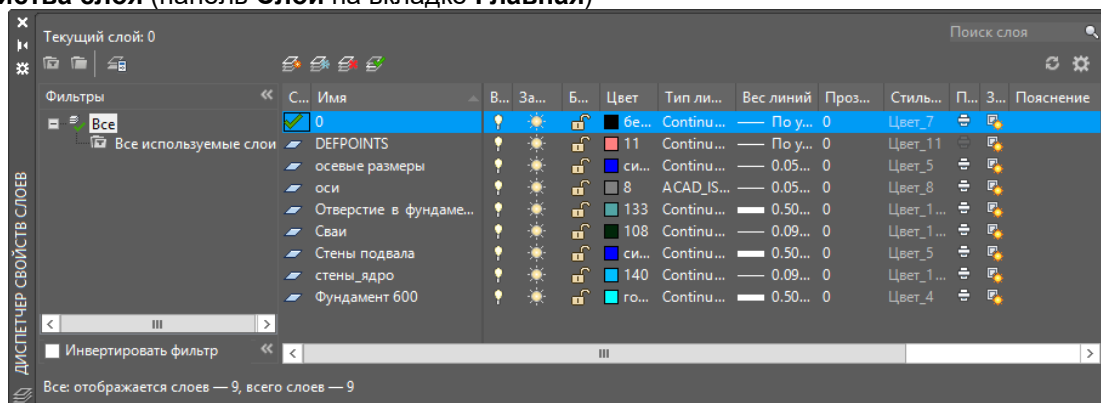

Рис.14.4. Диалоговое окно Диспетчер свойств слоев
- Вызовите диалоговое окно **Диспетчер свойств слоев** (рис.14.4) щелчком по кнопке **Свойства слоя** (панель **Слои** на вкладке **Главная**)